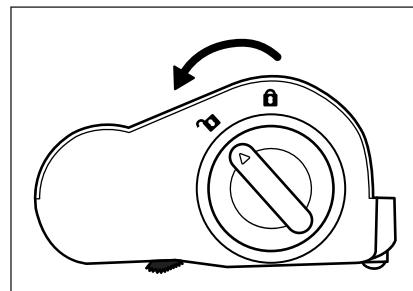

Abb. 26
- 2) Entriegeln Sie die Bürstenrolle **20**, indem Sie die Bürstenrollenentriegelung **19** in Richtung des Symbols (öffnen) drehen (siehe Abb. 26).